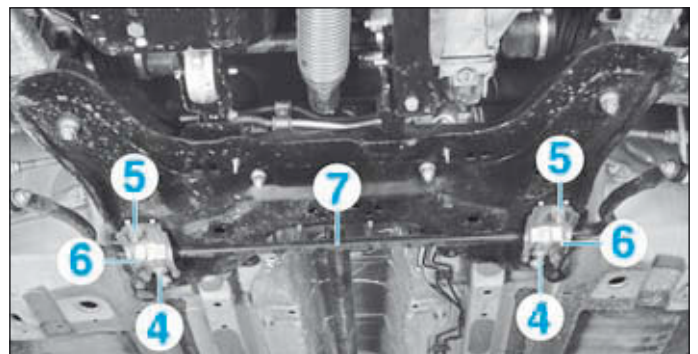

FIG.14
- Déposer (**Fig.14**) :
- les vis (4),
- les écrous (5),
- les brides (6),
- la barre stabilisatrice (7).